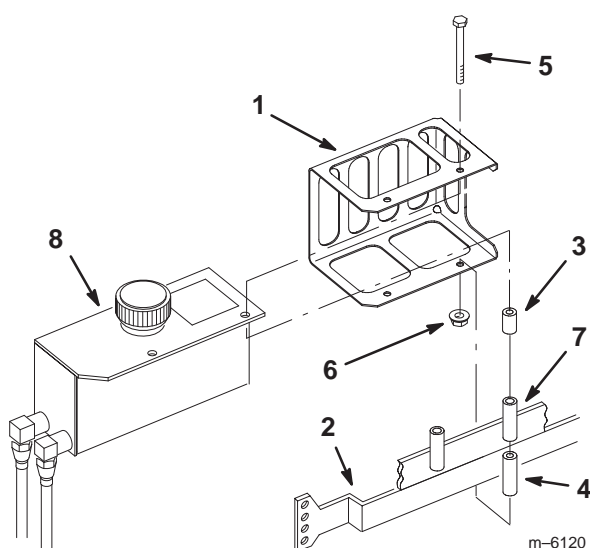

Figure 16
2. Montez le bouclier thermique du réservoir hydraulique à l'aide de la visserie retirée précédemment (Fig. 16).